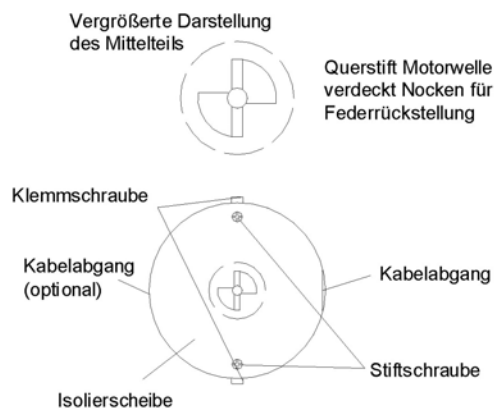

Abb. 2
2. Prüfen, ob am Stellantrieb der Querstift der Motorwelle und die beiden Nocken parallel verlaufen. (Abb. 2)
2. Klemmschrauben der Kappe lösen. (Abb. 2)